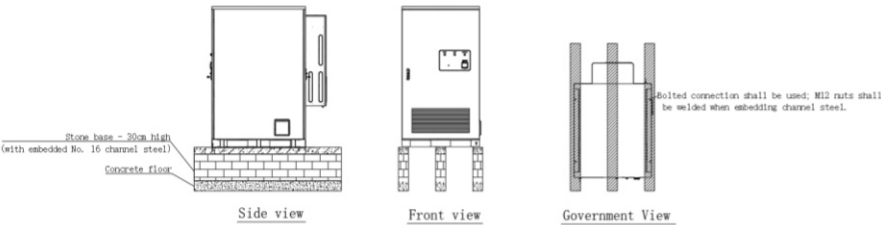

Abbildung 6-3 Befestigungsdiagramm für die Installation des Energiespeichersystems (die tatsächliche Umsetzung hängt von den Projektbedingungen ab)
- 2. Befestigen Sie nach Abschluss des Hebevorgangs den integrierten Schrankboden mit M12-Schrauben (empfohlenes Drehmoment: 40 N·m) gemäß den Projektspezifikationen. Wie in Abbildung 6-3 dargestellt: